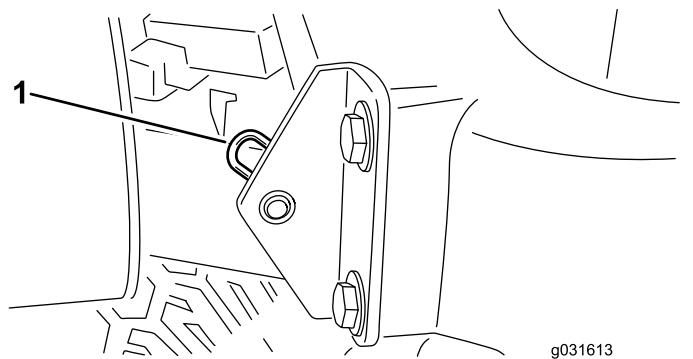

Figura 76
2. Tire o perno de gancho que fixa a articulação do capot aos suportes de montagem (Figura 76).